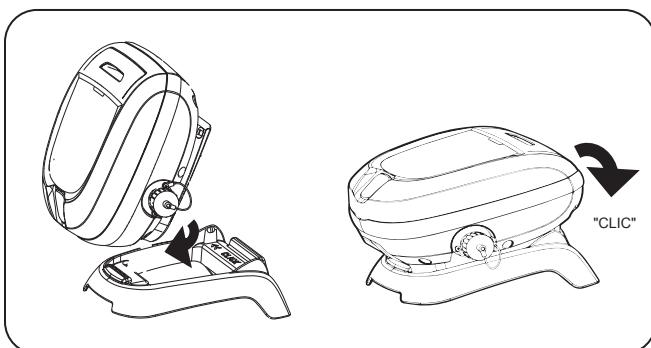

Figura 1. Conecte la base de la unidad de control
- Asiente la unidad de control firmemente en la base de la unidad de control (Figura 1).